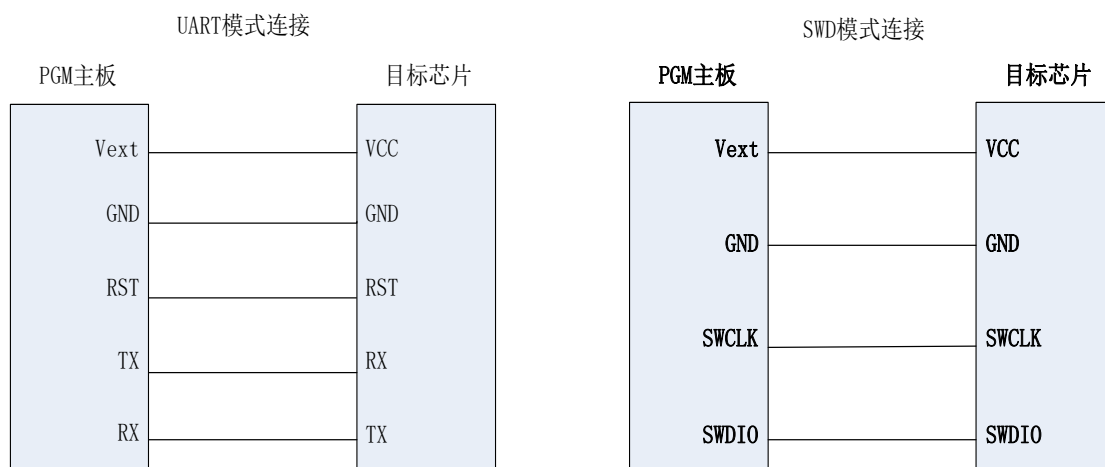

图 8 部分系列连线方法 1
- **HC32L110/HC32F003/HC32F005** 系列芯片的接线方法如图 8 所示。